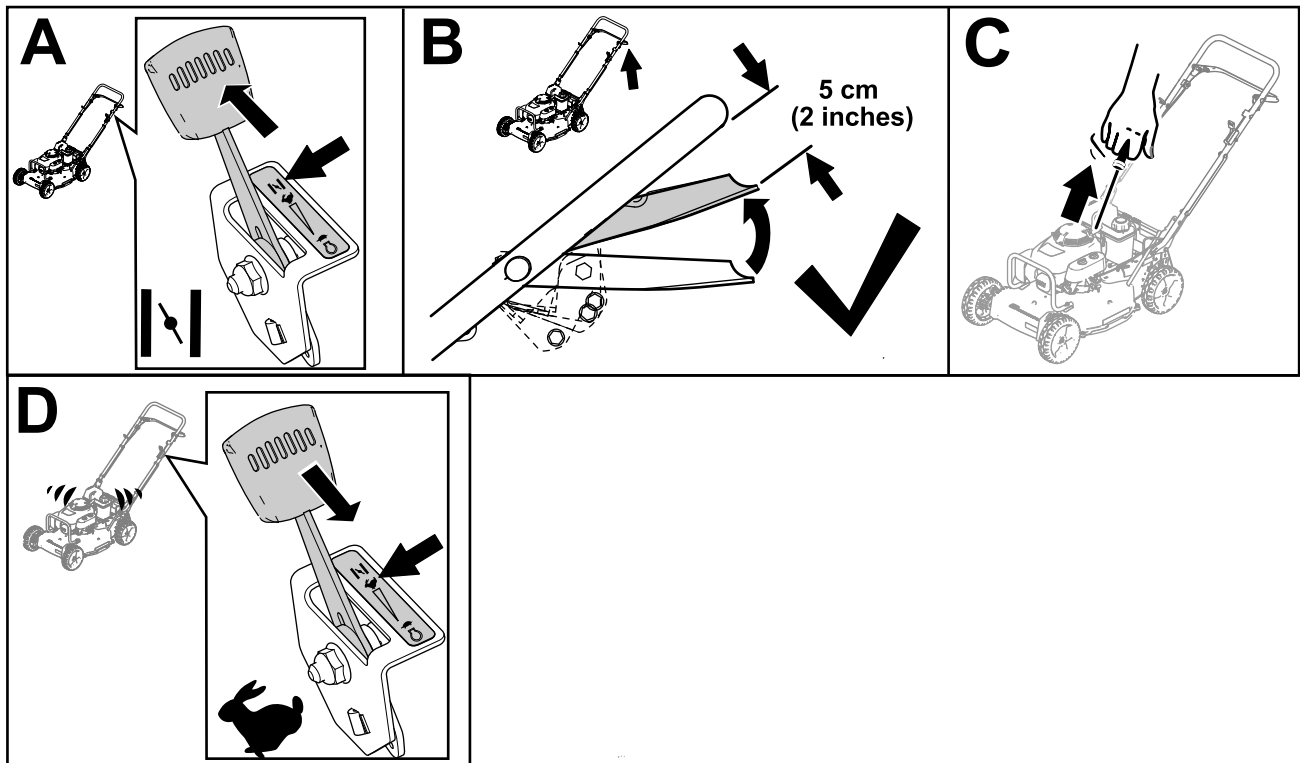

Figura 15
3. Mueva la palanca de control del acelerador a la posición de ESTÁRTER (Figura 15, A).
4. Sujete la barra de control de la cuchilla en la posición de marcha/cambio, unos 5 cm (2") por debajo del manillar (Figura 15, B).
5. Tire suavemente del arrancador hasta que note resistencia, luego tire con fuerza (Figura 15, C).
6. Cuando el motor arranque, mueva la palanca de control del acelerador a la posición de RÁPIDO (Figura 15, D).
**Nota:** Cierre la válvula de combustible moviendo la palanca de la válvula de combustible (Figura 15) a la **izquierda** a menos que vaya a volver a arrancar el motor en breve.